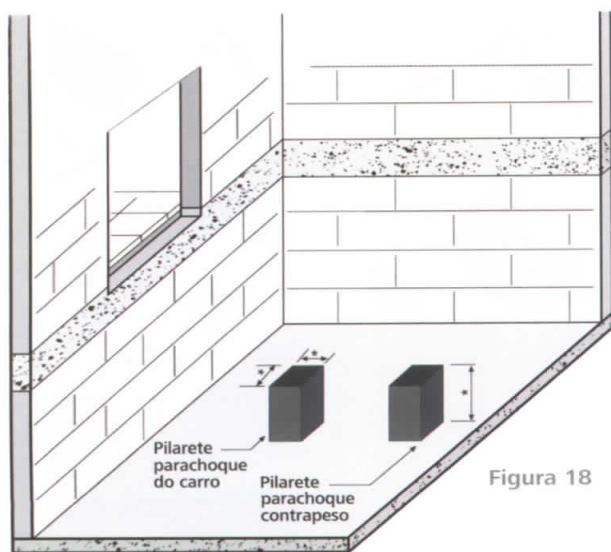

Figura 18
- Deverão existir pilaretes de concreto no piso do poço com resistência mecânica para suportar cargas dos para-choques de cabina/contrapeso. Estas características e dimensões poderão ser consultadas na planta de instalação ou com o coordenador de montagem (Figura 18).